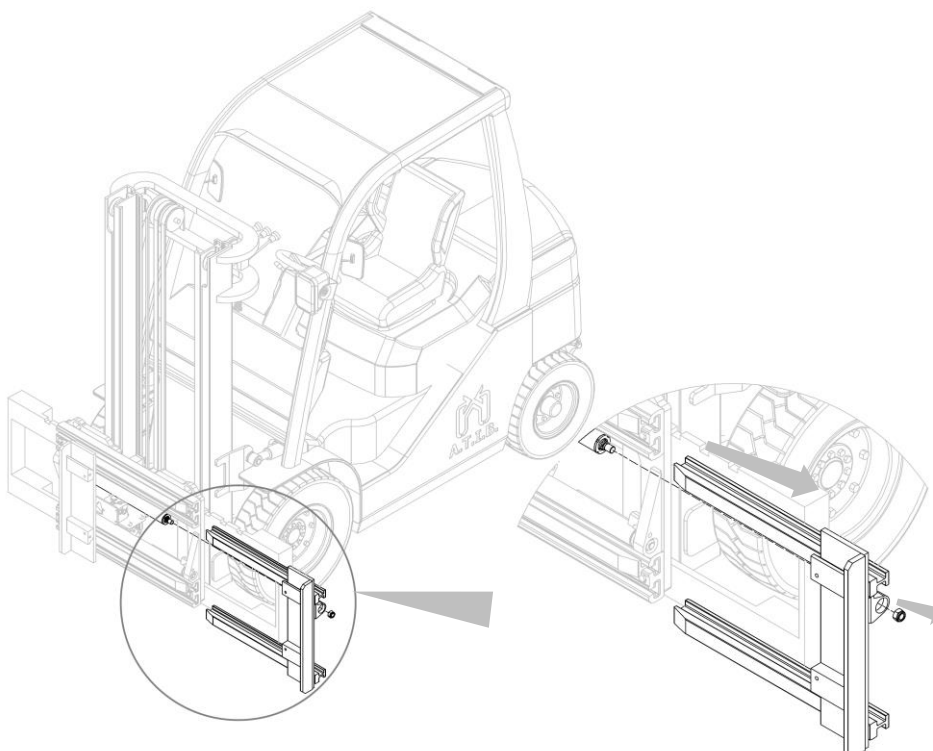

Figure 24
3. Retirer les fourreaux après avoir dévissé les écrous qui les relient aux vérins (voir *Figure 24*).